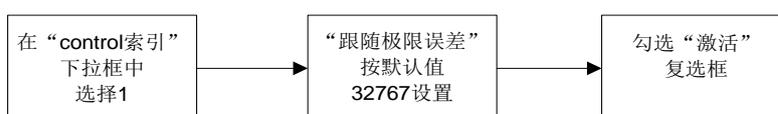

图 4-33 闭环模式下 control 配置流程
- (6) 切换至'control'页,如图 4-33 所示。